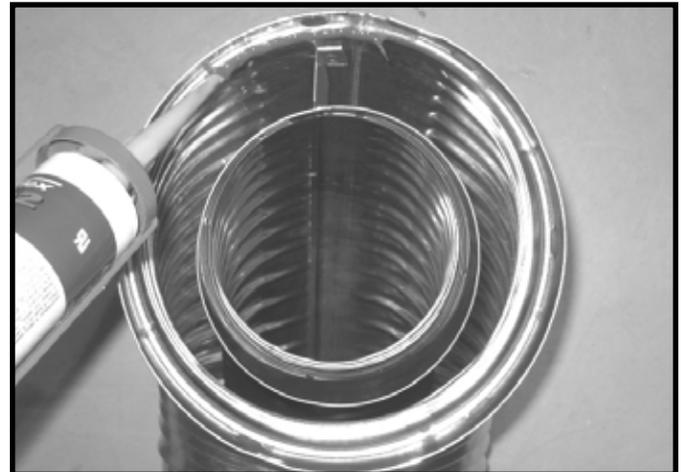

Figure 7.1 Scellant silicone à haute température
- Appliquez une bande de silicone (procurant un degré minimum d'exposition continu de 150 °C (300 °F) dans le joint femelle du conduit extérieur avant de relier les sections. Voir la figure 7.1.